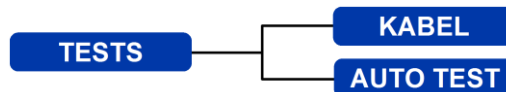

Abb. 16 Testmenüstruktur – Ethernet-Tests (1)
(1) Ist ein SignalTEK II Remote-Handgerät direkt angeschlossen, es wird aber kein aktives Netzwerk entdeckt, steht in der Informationsleiste des Ausgangsdisplays „Ethernet“. Wird das Symbol TESTS ausgewählt, sind die in der Menüstruktur Abb. 16 gezeigten Ethernet-Tests verfügbar.